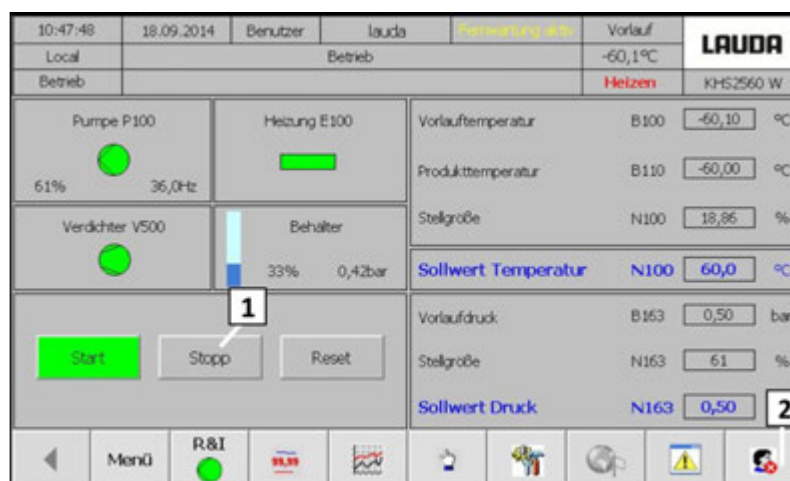

Рис. 76: Выключение
1. Нажать кнопку [Стоп] на системе визуализации (сенсорный экран) (Рис. 76 [1]).
2. Выполнить выход для пользователя (Рис. 76 [2]).